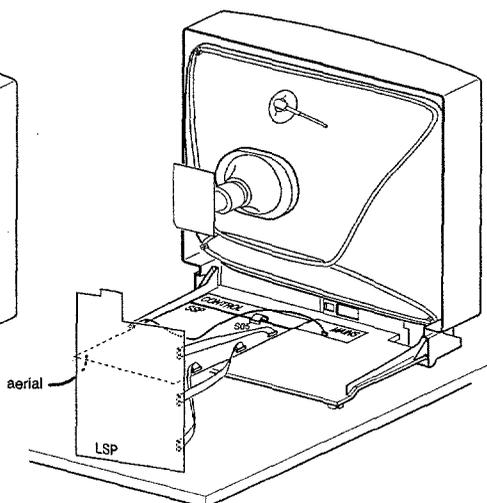

Fig. 2
- Placer le LSP ou le SSP sur son côté arrière (voir figures 2 et 3) et placer le SSP de façon que l'entrée d'antenne se trouve à l'extérieur de la table.
- Girare il LSP o SSP di 180° nella direzione opposta al senso orario. Posizionare il LSP o SSP sulla parte anteriore (vedere fig. 2 e 3) e posizionare il SSP in modo che l'entrata dell'antenna non sia posta sul tavolo.